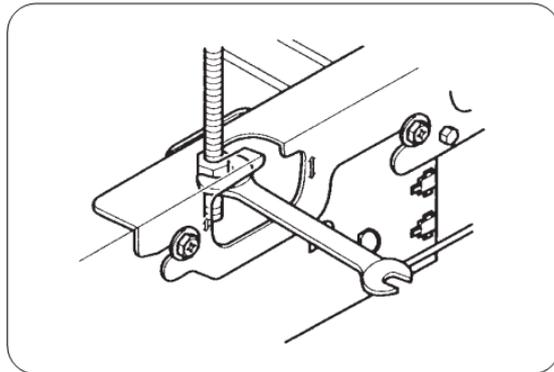

Fig.8
- Nivele la unidad de tal manera que la parte trasera del tubo de drenaje esté ligeramente inclinado para favorecer el drenaje. Utilice una llave (ver Fig. 8).